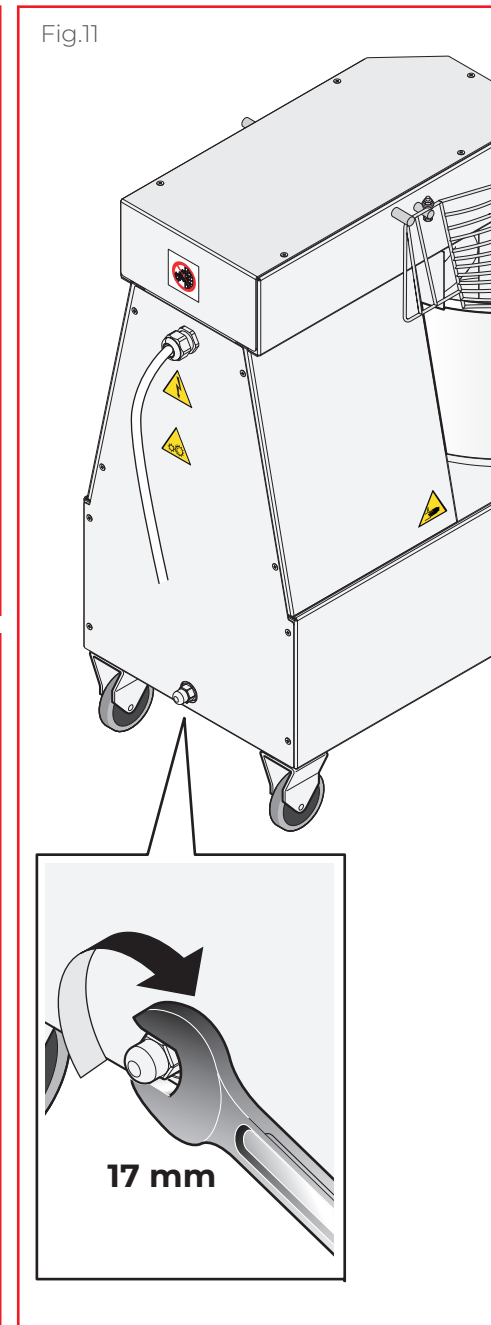

Fig.11
► **Fig.11.** En cas de ralentissement ou de blocage de la courroie :